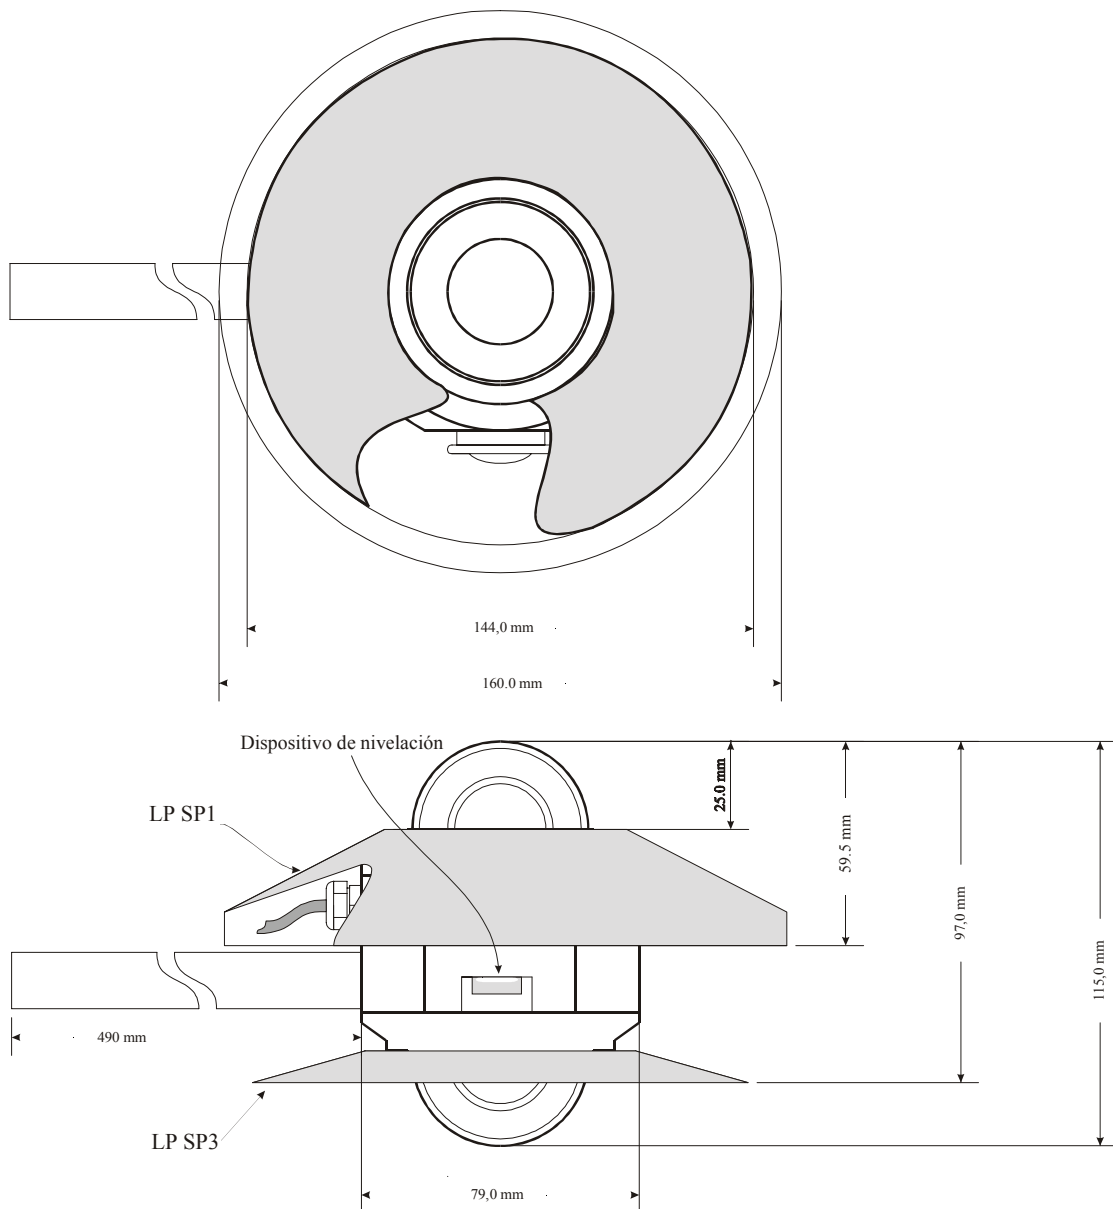

Fig 2
- Para que LP PYRA 05 pueda ser correctamente posicionado de manera horizontal, el instrumento está equipado con dispositivos de nivelación integrados; El albedómetro puede fijarse utilizando el asta en dotación (véase fig.2).